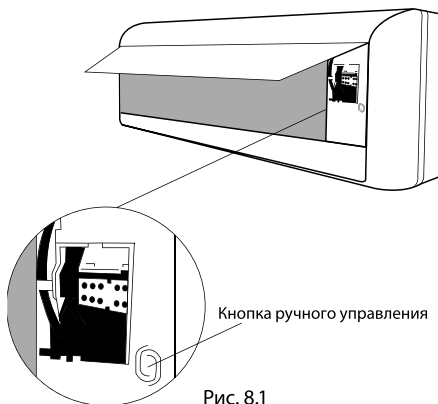

Рис. 8.1
2. Кнопка Ручное управление расположена с правой стороны блока. Чтобы перейти в режим Cool нажмите кнопку 2 раза (см. рис. 8.1).